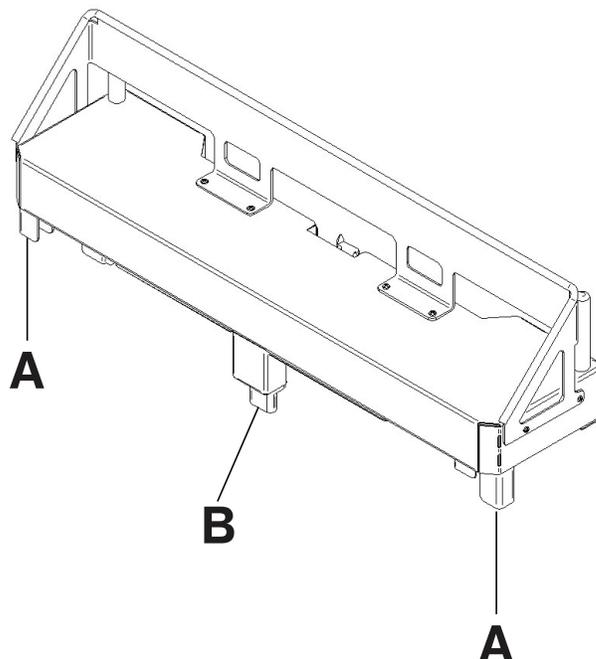

Figure 110 – Fixation du prolongateur de lit en option
3. Insérer les jambes du prolongateur de lit en option (A) et le connecteur du pied de lit (B) du côté pieds du produit (Figure 110).